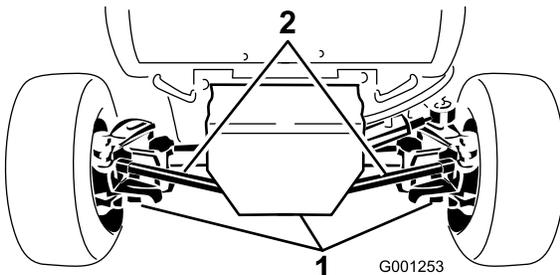

Bild 53
2. Reinigen Sie den Bereich um die drei Ablassschrauben, d. h. jeweils eine an beiden Enden und eine in der Mitte (Bild 53).